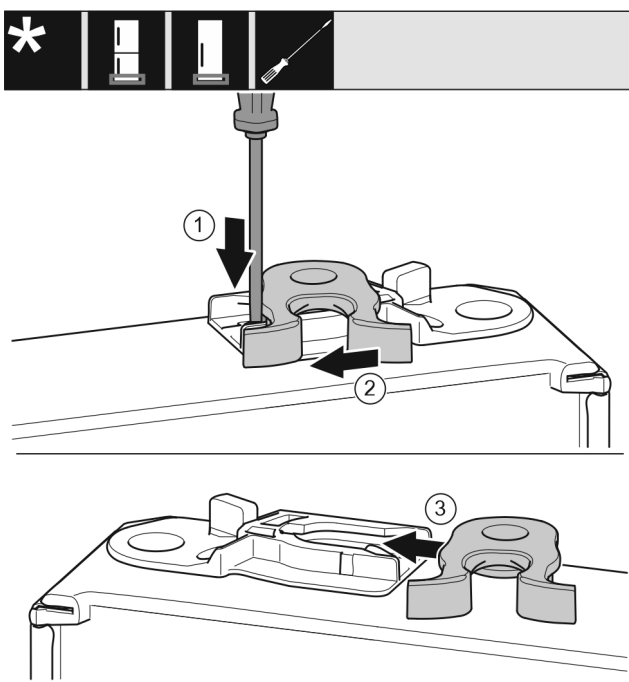

Fig. 27
- Plochým skrutkovačom zatlačte strmeň nadol. Fig. 27 (1)
- Zatvárací hák vyťahnite z vedenia. Fig. 27 (2)
- Zatvárací hák zasuňte na druhej strane do vedenia. Fig. 27 (3)